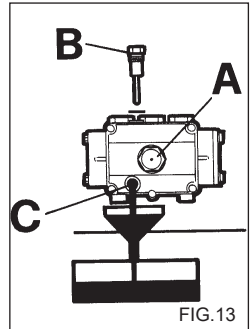

FIG. 13
- 2) Svitare il tappo con l'asta di controllo livello (fig. 13).